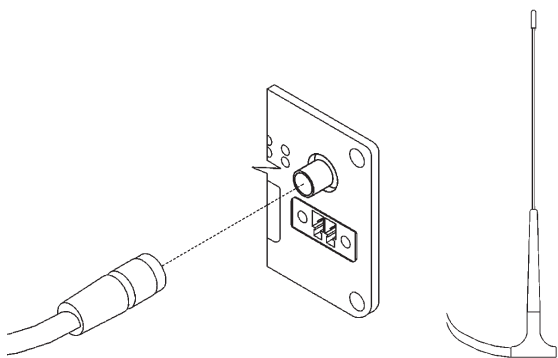

Fig. 10 Inserire il connettore dell'antenna.
- Collegare l'antenna con base magnetica al modem (fig. 10) e montarla in modo da consentire la ricezione GSM.